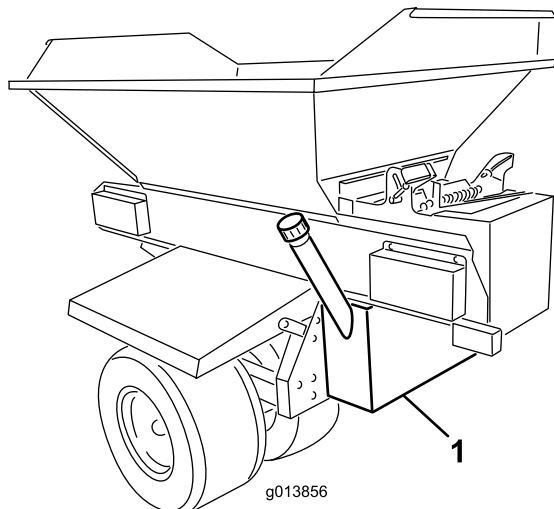

図1
4. 油圧タンクを下から支えながら、タンクをプロパスのシャーシの後壁に取り付ける。タンクが左右方向の中央にあり、また垂直に載っていることを確認する図1。